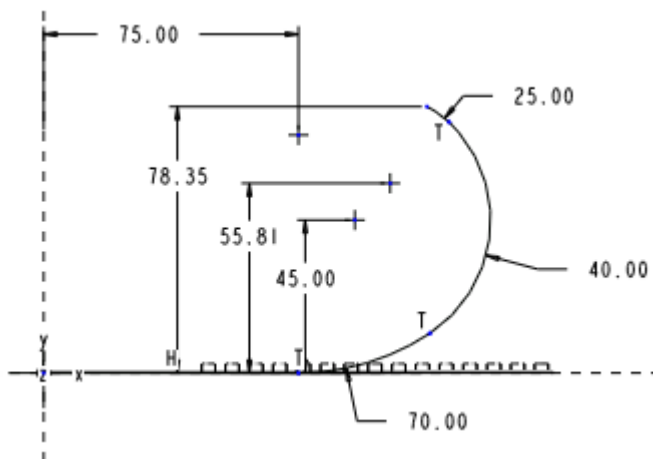

图 37-19
(5) 依次单击【正向】 【缺省】，进入草绘工作环境。
(6) 使用草绘工具栏中的  建立一参照坐标系，然后绘制如图 37-19 所示的折弯曲线。